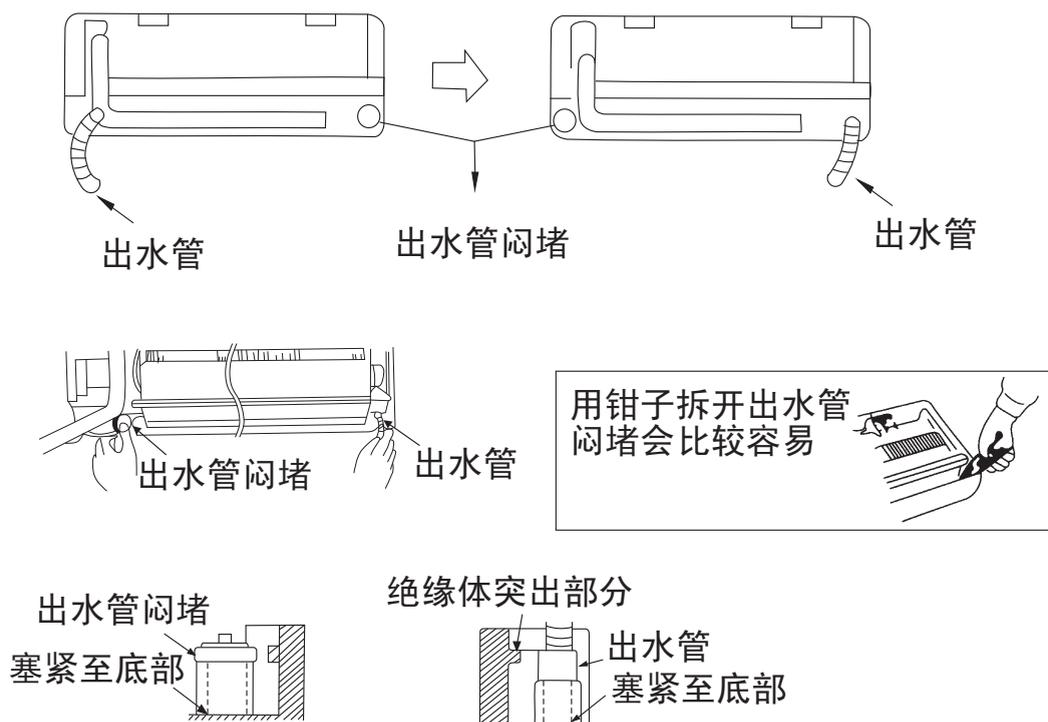

图9
- (3) 如铜管从左边引出时，需将出水管和出水管闷堵互换位置，然后需如图9所示塞紧。（如果塞得不紧，冷凝水将会漏出及滴落。）